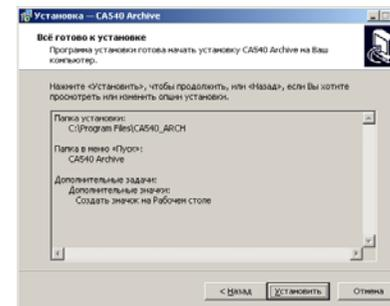
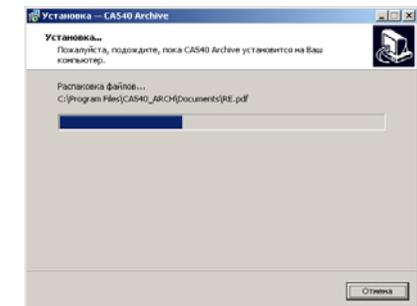

Рисунок 8.16
Рисунок 8.17
5) На экране появится окно (рисунок 8.16). Для продолжения нажмите Установить. На экране появится окно, демонстрирующее динамику процесса установки программы (рисунок 8.17).